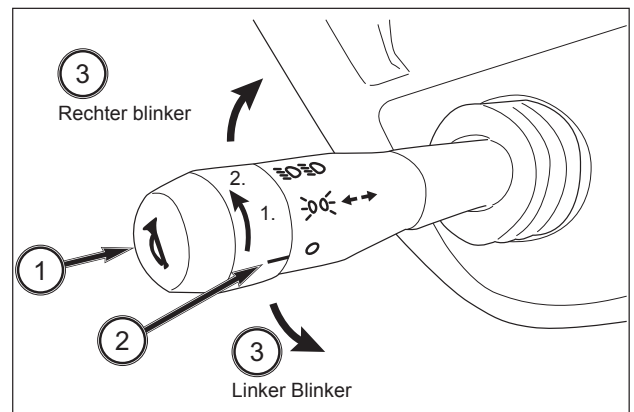

ABB. 40
**ABB. 40 und 41:** Hupe / Licht / Blinker
**Hupschalter (1)** - Die Hupe ertönt beim Drücken des mittleren Knopfs.
**Lichtschalter (2)** - Dieser Drehschalter kennt drei Stellungen: